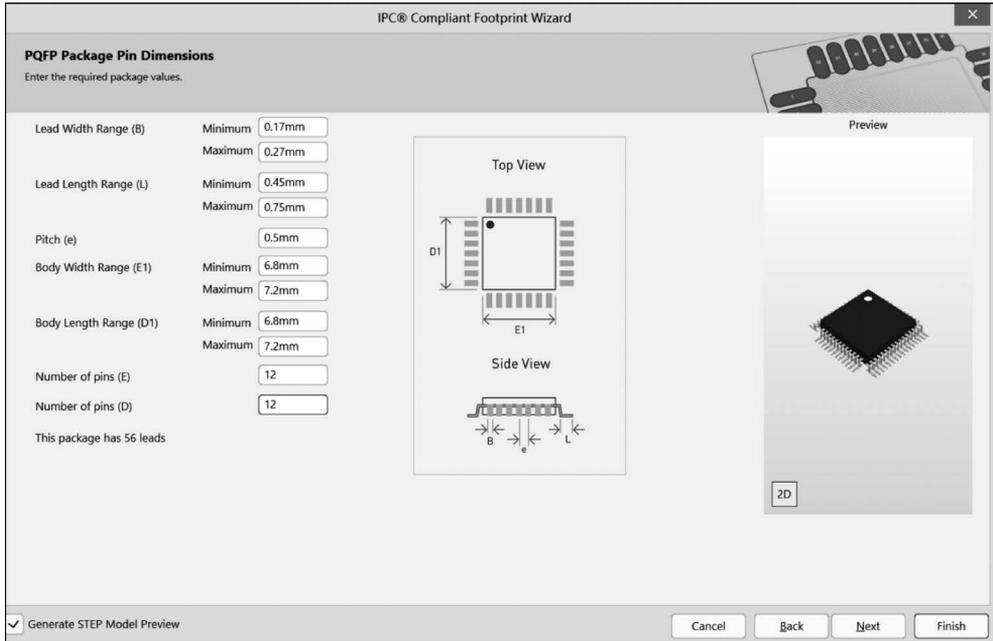

图 3-57 封装引脚尺寸参数设置
(4) 单击 Next 按钮进入引脚尺寸设置界面,设置结果如图 3-57 所示。